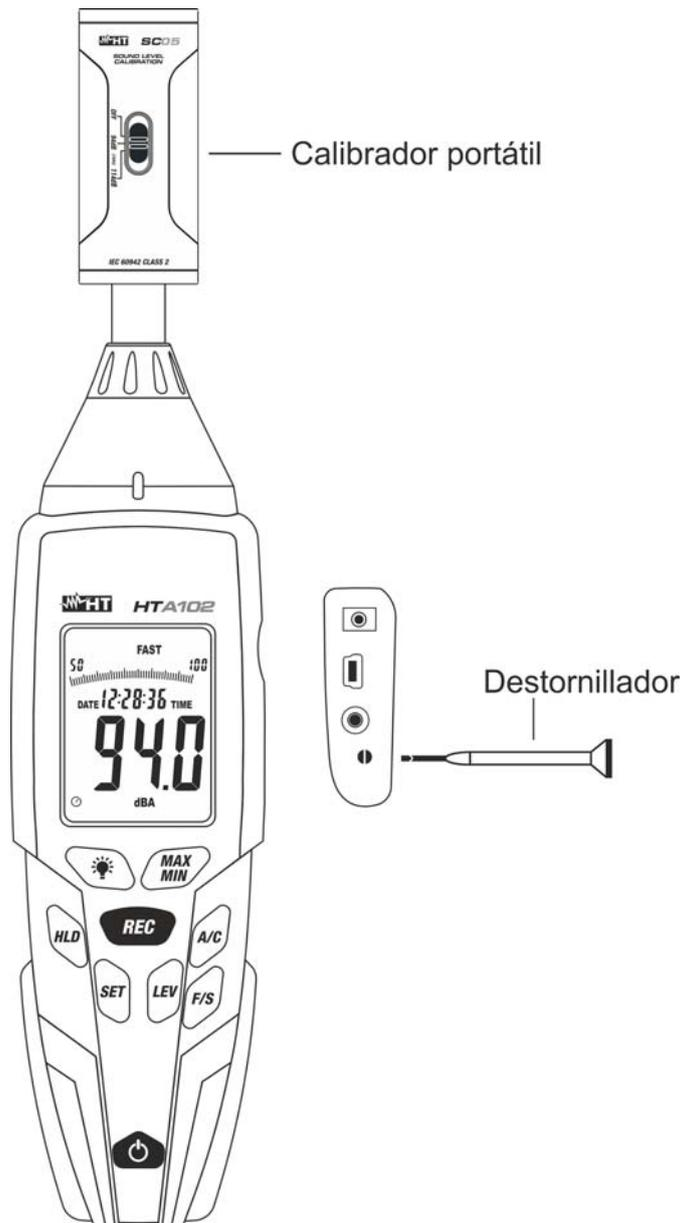

Fig. 11: Conexión calibrador portátil al instrumento
3. Inserte delicadamente el calibrador portátil **SC05** en dotación en el micrófono del instrumento hasta el final como se muestra en la Fig. 11.